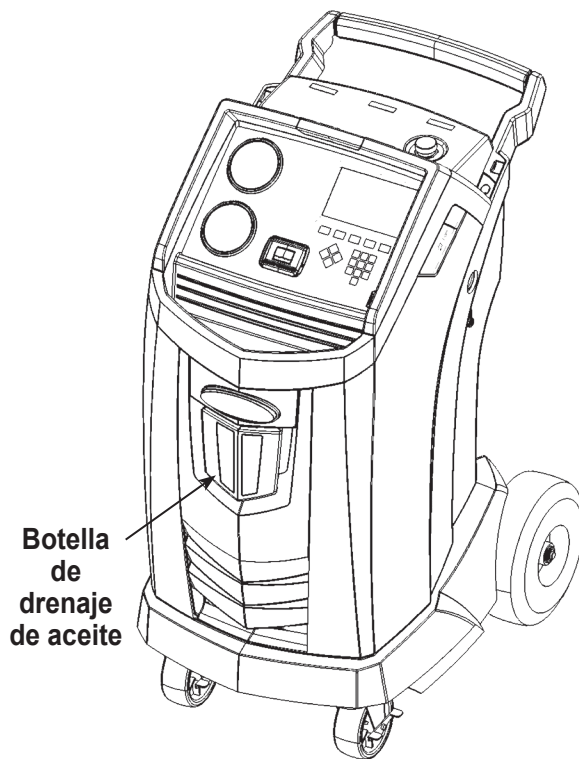

Figura 5
1. Vacíe la botella de drenaje de aceite antes de comenzar una recuperación. Para retirar la botella de drenaje de aceite de la máquina, tire de la botella hacia abajo (no haga movimientos de giro ni de inclinación). Vuelva a instalar la botella de drenaje de aceite. Consulte la Figura 5.